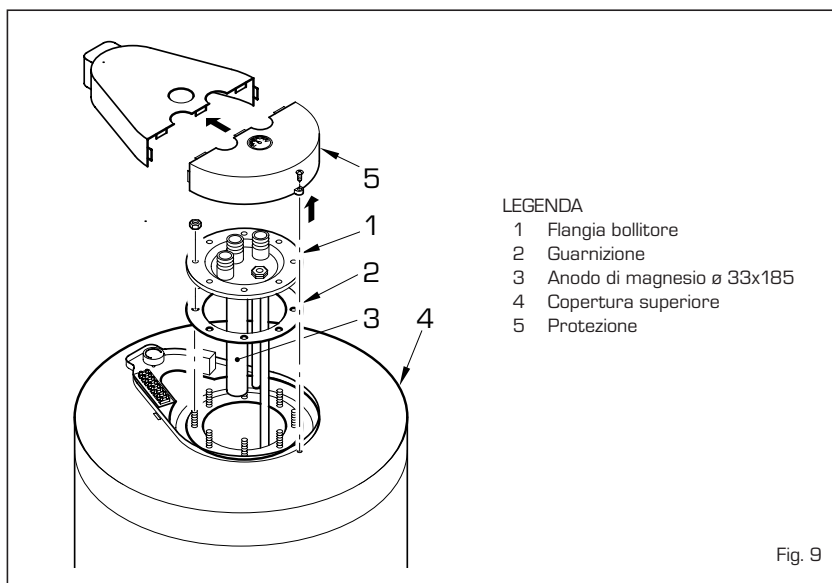

Fig. 9
3.3.2 Anodo di protezione bollitore (fig. 9)
Il bollitore "BA100 - BA150 - BA200" è dotato di anodo di protezione al magnesio (fig. 9). Questo anodo anticorrosione in condizioni di esercizio normali ha una durata di 5 anni. E' comunque opportuno controllarne l'erosione annualmente e sostituirlo qualora risulti consumato.